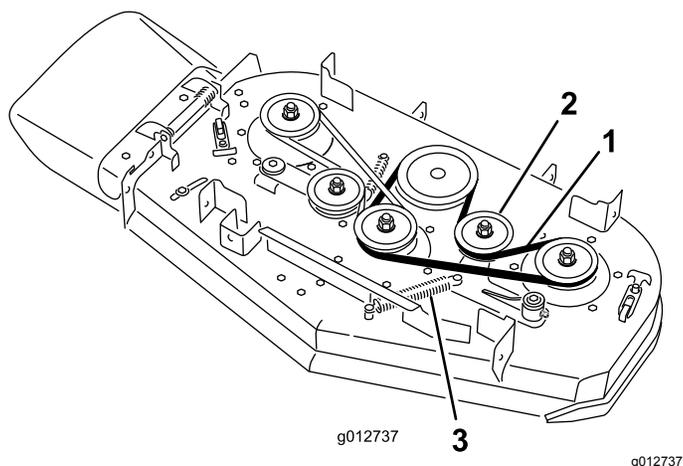

Figura 66
5. Sganciate la molla dal perno di ancoraggio sul braccio della puleggia tendicinghia (Figura 66).
6. Togliete la cinghia del tosaerba usurata (Figura 66).
7. Montate la nuova cinghia del tosaerba attorno alle pulegge del piatto di taglio, alla puleggia della frizione e alla puleggia tendicinghia (Figura 66).
8. Agganciate la molla al perno di ancoraggio (Figura 66).